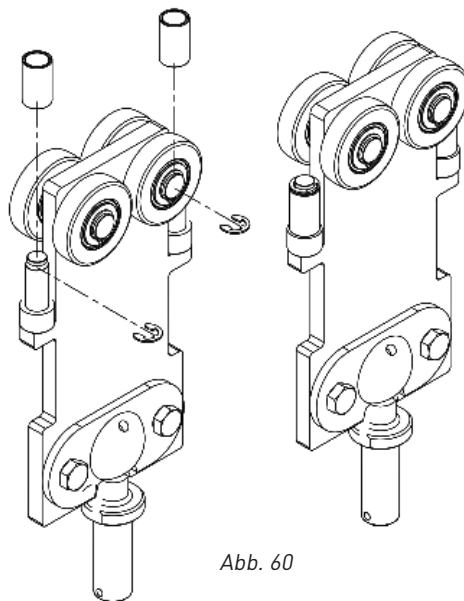

Abb. 60
- Alle sechs Monate die Sicherungsscheiben DIN 6799 entfernen und die seitlichen Rollen und die entsprechenden Wellen gründlich mit einem weichen Tuch reinigen. Den Bereich mit synthetischem Öl „sae 30“ schmieren, die seitlichen Rollen wieder zusammenbauen und mit neuen Sicherungsscheiben din 6799 sichern (Abb. 60)